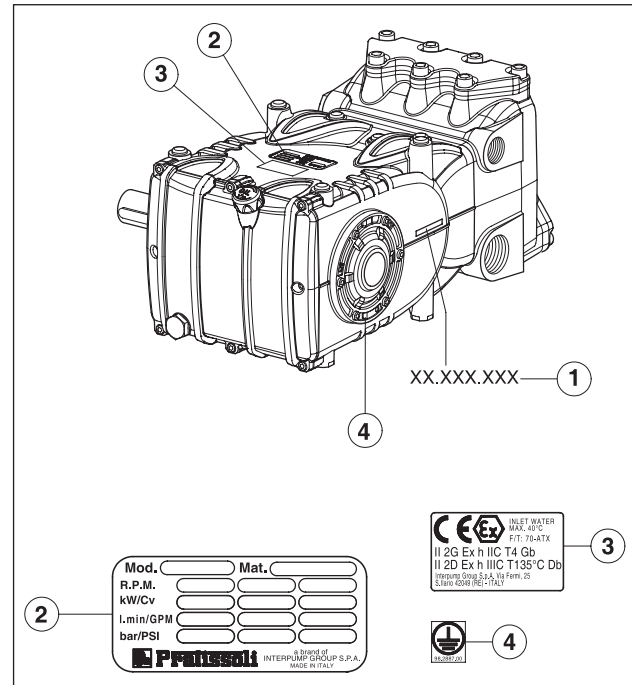

Fig. 1
Chaque pompe possède son propre n° de série XX.XXX.XXX, voir rep. ① et une plaque signalétique, voir rep. ② de Fig. 1 portant les indications suivantes :